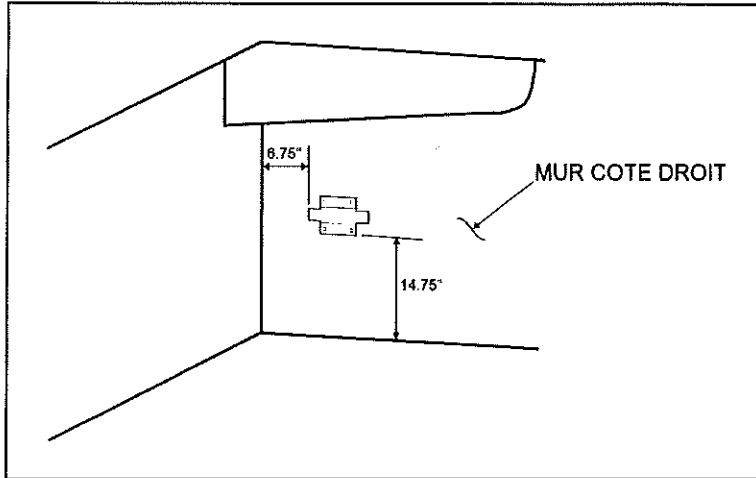

Fig. 5 - Installation du support du filtre-assécheur
6. Mettre en place le nouveau support du filtre-assécheur (#45-2547) sur le mur droit du compartiment du condenseur, tel qu'illustré à la figure 5, puis en utilisant le support du filtre-assécheur comme gabarit, marquer l'emplacement des quatre trous à percer.